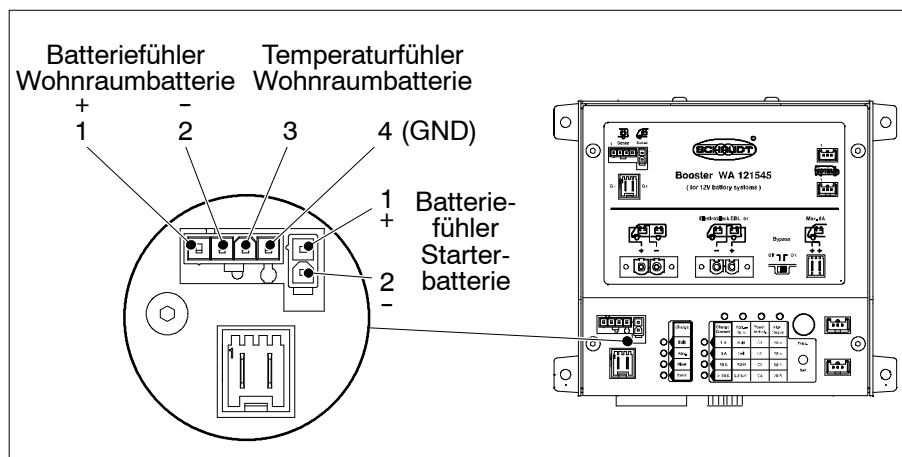

Bild 10 Temperaturfühler: Anschluss
- Stecker am Booster einstecken (Bild 10, Pos 1).
- ▶ Batteriefühlerleitungen am Booster gemäß Bild 10 anschließen.